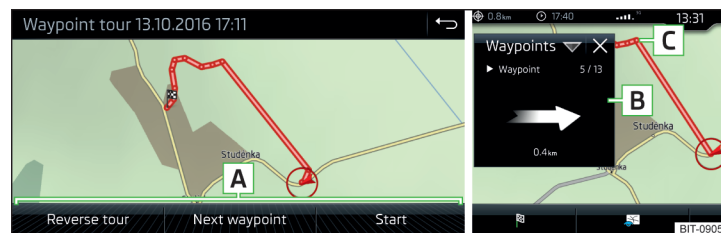

Fig. 236 Visualización de un itinerario de los puntos recorridos / Recorrer un itinerario de los puntos recorridos
- Seleccionar uno de los siguientes menús **A** » fig. 236.
Durante el recorrido de un itinerario de los puntos recorridos aparece en la ventana adicional **Puntos del recorrido** la visualización de la dirección, así como la distancia hacia el próximo punto recorrido, el número continuo del próximo punto recorrido, y la cantidad total de los puntos recorridos [B] » fig. 236.
“Se” “reduce” sucesivamente el itinerario de los puntos recorridos de la posición del vehículo hacia el próximo punto recorrido [C] » fig. 236.
- > Visualización del itinerario de los puntos recorridos » fig. 236 de la pág. 205